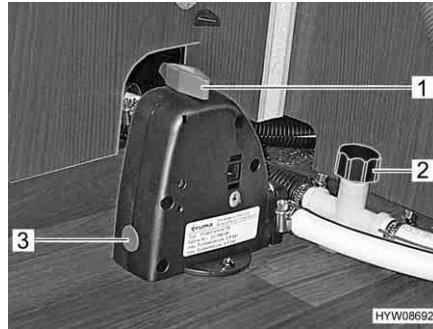

Fig. 107 Valvola di sicurezza/di scarico e rubinetti di scarico
- Chiudere la valvola di sicurezza/di scarico (Truma). A tal fine ruotare la manopola (Fig. 107,1) verticalmente rispetto alla valvola di sicurezza/di scarico e premere verso l'interno il bottone automatico (Fig. 107,3). Con temperature inferiori a 6 °C non è possibile chiudere la valvola di sicurezza/di scarico.
- Chiudere i rubinetti di scarico (Fig. 107,2). A tal fine, ruotare il coperchio in senso orario. L'ubicazione delle valvole di sicurezza/di scarico e dei rubinetti di scarico è riportata al paragrafo "Posizione dei rubinetti di scarico delle valvole di sicurezza/di scarico", alla fine di questo capitolo.
- Aprire i rubinetti di scarico (Fig. 107,2). A questo scopo ruotare il coperchio in senso antiorario.
- Aprire la valvola di sicurezza/di scarico (Truma). A tal fine ruotare la manopola (Fig. 107,1) nel senso della lunghezza della valvola di sicurezza/di scarico.